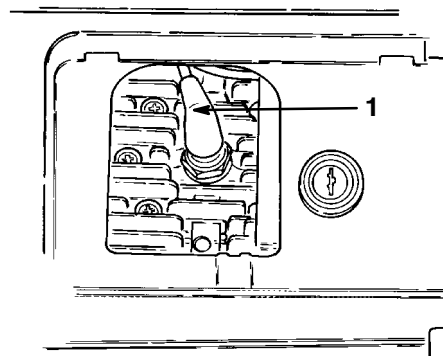

Bild 13
5. Ziehen Sie den Zündkerzenstecker ab (Bild 13).
4. Ziehen Sie den Zündkerzenstecker ab und entfernen die Zündkerze (Bild 13).